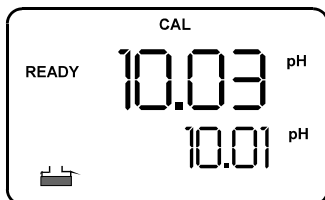

图4: 3 次校正点
- 等待 pH 测量值稳定, 即液晶板左手边的[READY]信号器亮 (见图 4)。